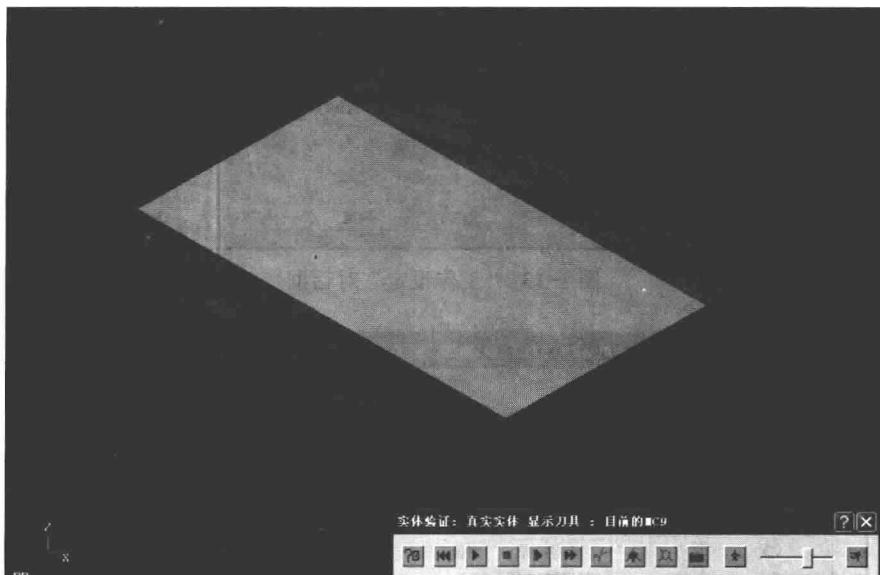

图 1-16 面铣实体切削验证
9) 单击“实体切削验证”，单击▶播放，仿真加工过程和结果如图 1-16 所示。在主菜单区单击“档案”、“存档”，将本例保存为“面铣.mc9”文件。